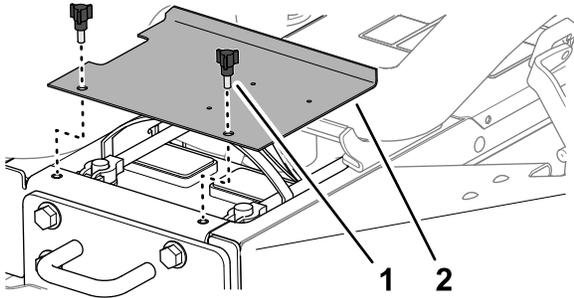

図 4
1. バッテリーカバーを機体に固定しているノブ2本を外してカバーを外す 図 4。